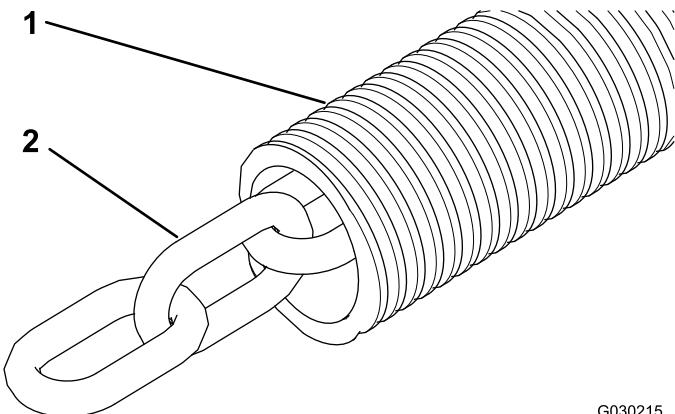

Figure 4
- Glissez les gaines sur les chaînes (Figure 4).